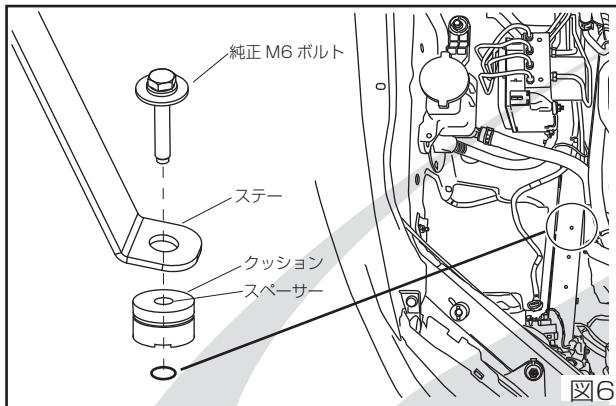

図6
- 付属ステーを1で取外したクッション、スペーサー、純正M6ボルトを使い、仮組みしておく。(図6)